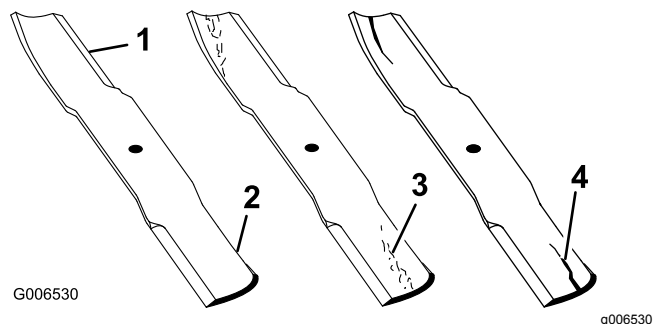

Figura 32
2. Examine cuidadosamente los extremos de corte de la cuchilla, sobre todo en el punto de reunión entre la parte plana y la parte curva de la cuchilla (Figura 32). Puesto que la arena y los materiales abrasivos pueden desgastar el metal que conecta las partes curva y plana de la cuchilla, compruebe la cuchilla antes de utilizar la máquina. Si se aprecia desgaste (Figura 32), cambie la cuchilla; consulte Cómo retirar e instalar la\(s\) cuchilla\(s\) (página 22).
Si se permite que la cuchilla se desgaste, se formará una hendidura entre la vela y la parte plana de la cuchilla (Figura 32). Con el tiempo, una parte de la cuchilla podría desprenderse y salir lanzada desde debajo de la carcasa, posiblemente causando lesiones graves a usted o a otra persona.